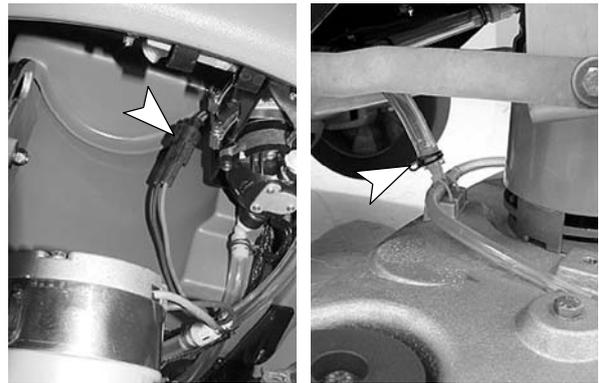

ABB. 66
2. Lösen Sie den Bürstenmotor-Kabelanschluss und den Frischwasserschlauch (Abbildung 66).